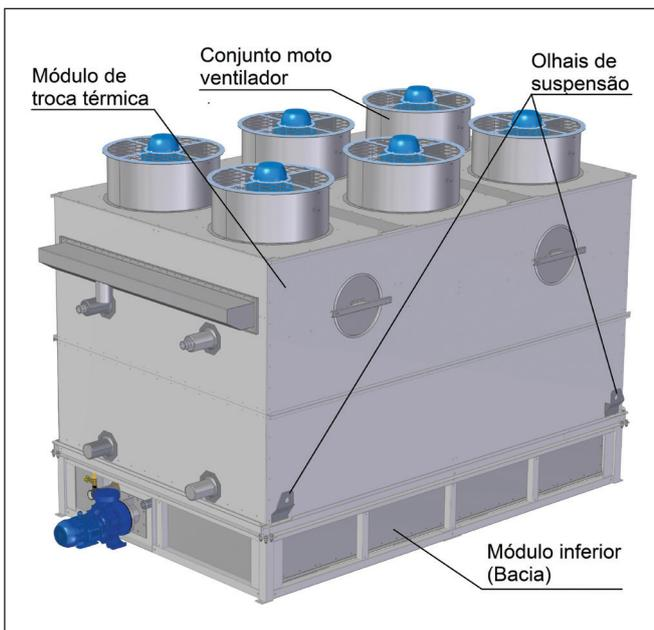

Figura 4. Equipamento montado
As unidades SCD, SRI e STR são enviadas conforme Figura 4, com um ou dois módulos para operação combinada. As pernas de fixação são enviadas avulsas devido à altura máxima permitida de carga. Para montagem das pernas de fixação, siga as orientações do Esquema de Montagem do Módulo Superior. A Figura 4 ilustra a vista geral da unidade.
9. Para os modelos SCD e SRI é necessário montar a tubulação aparafusando a flange na bomba na parte de baixo, utilizar tubo de borracha e abraçadeiras na parte de cima e fixar a mangueira da sangria conforme indicado na figura 4.
10. Encaixar venezianas de PVC conforme indicado na figura 4, de modo que a água que bate na veneziana retorne para bacia.